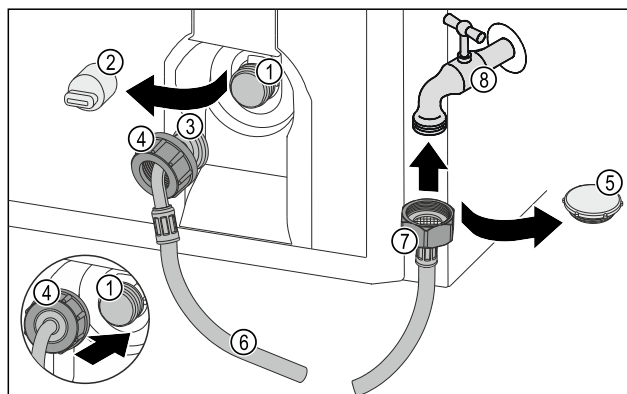

Fig. 32
- ▶ Skinite poklopac Fig. 32 (5).
- ▶ Postavite ravni kraj crijeva Fig. 32 (7) na slavinu Fig. 32 (8).
- ▶ Pritegnite maticu na ravnom kraju crijeva Fig. 32 (7) u smjeru kazaljke na satu.